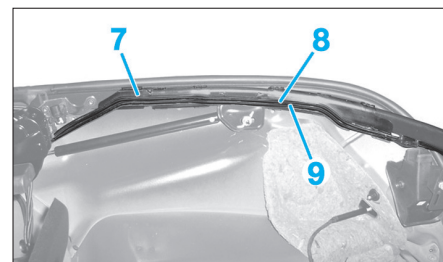

Fig. 118
- Dégager les canalisations hydrauliques des vérins de coffre (8), (9) sur la goulotte (7) (Fig.118).